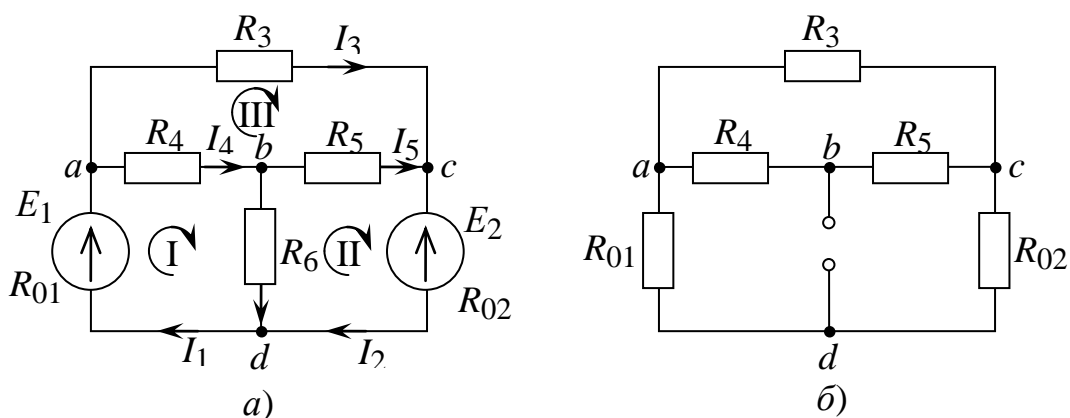
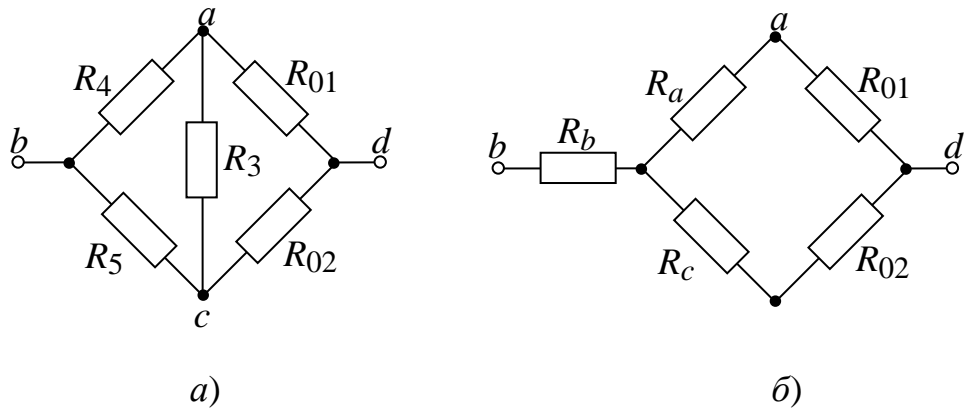

Рис. 1.10
Рис. 1.13
Для цепи на рис. 1.10 имеем уравнения:
2. Метод контурных токов предполагает, что в каждом из независимых контуров протекает контурный ток. На схеме рис. 1.10 *a* в контурах I-III протекают токи  $I_I - I_{III}$ . Уравнения по II закону Кирхгофа имеют вид
4. Метод узловых напряжений позволяет найти потенциалы всех узлов, кроме одного, потенциал, которого принимается равным нулю. Полагая на схеме рис. 1.10  $\varphi_d = 0$ , получим уравнения:
Ток  $I_6$  в схеме на рис. 1.10 можно найти, рассчитав цепь без ветви  $R_6$ , например, методом узловых потенциалов. Напряжение  $U_{bd}$  равно ЭДС  $E_0$ . Внутреннее сопротивление  $R_0$  определяем как сопротивление между точками  $b$  и  $d$  после удаления ЭДС  $E_1$  и  $E_2$  (рис. 1,10б). Мостовая схема на рис. 1.13 *a*, которая преобразованием треугольника в звезду превращается в схему рис. 1.13 *б* и в результате дальнейшего преобразования приводится к одному сопротивлению  $R_0$ .
Балансом мощностей называется равенство суммарной мощности, генерируемой источниками ЭДС и тока, и суммарной мощности, потребляемой всеми резисторами, включая внутреннее сопротивление источников. Например, для схемы на рис. 1.10 должно выполняться равенство